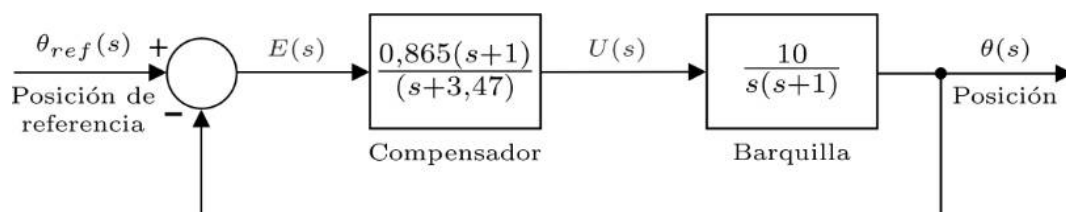

Figura 1: Sistema de control de la barquilla.
1. (4 puntos) La **Figura 1** muestra el sistema de control de la posición de la barquilla de un aerogenerador, donde el compensador ha sido diseñado al objeto de conseguir, en lazo cerrado, un máximo sobreimpulso, M_p , del 10% y un tiempo de establecimiento, t_s , de 2,3 segundos ante cambios escalonados en la señal de referencia, $\theta_{ref}(s)$. Se pide:
- (1,2 puntos) Empleando como herramienta de ayuda el diagrama de Bode, razonad si el sistema de control reflejado en la **Figura 1** es estable o no en lazo cerrado.
- (0,25 puntos) Demostrad que hubiese sido imposible cumplir con las especificaciones de $M_p=10\%$ y $t_s=2,3$ segundos, diseñando como controlador una simple ganancia, en lugar de diseñar el compensador mostrado en la **Figura 1**.
- (1 punto) Digitalizar el compensador de adelanto mostrado en la **Figura 1**, escogiendo el periodo de muestreo adecuado para implementar el sistema en una plataforma digital.
2. (2 puntos) Supóngase que $G_2(s)$ representa la función de transferencia aproximada de un sistema de suspensión adaptativo de un vehículo cuyo controlador está por diseñar, de manera que relaciona el desplazamiento vertical del vehículo (m), y la señal de control que se envía al actuador (V).